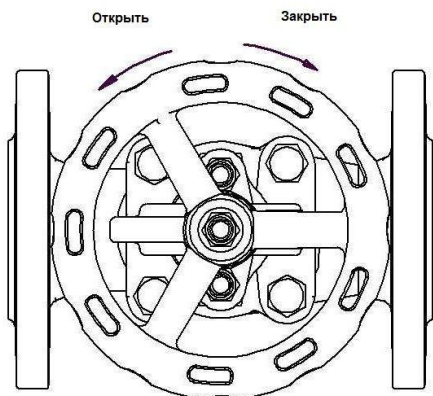

Рис. 8
- Для закрытия клапана необходимо повернуть штурвал вправо смотря на него сверху (согласно направлению стрелки, указанному на штурвале) Рис. 8.